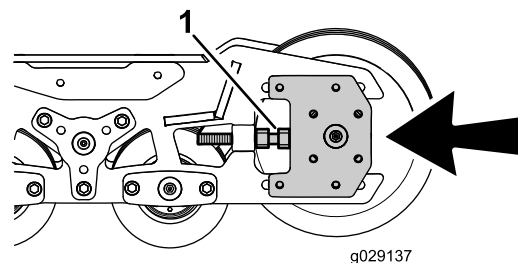

Figura 10
1. Ajustador de oruga externo (2)
2. Gire los pernos de los ajustadores de oruga internos y externos (Figura 10) para que los ajustadores queden hacia adentro, lo cual facilita la instalación de la oruga más tarde.